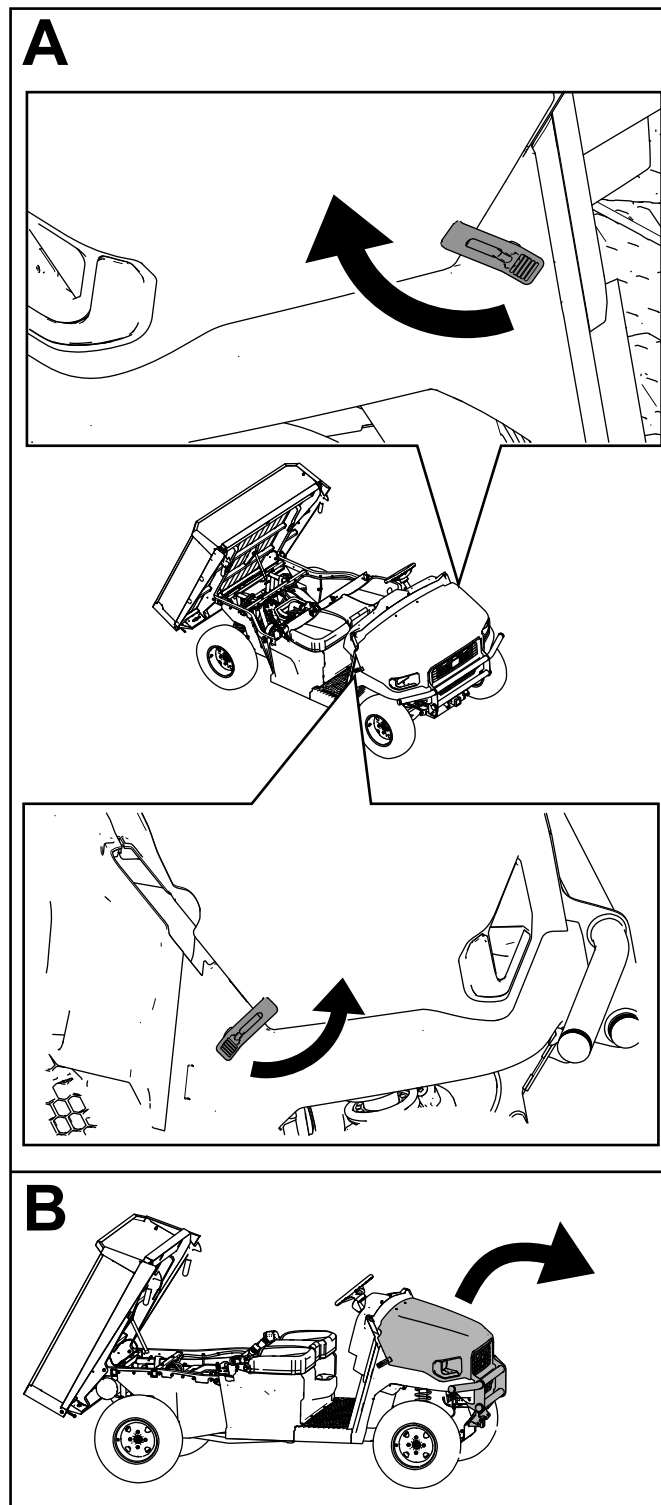

Figura 8
2. Levante el capó (Figura 8).